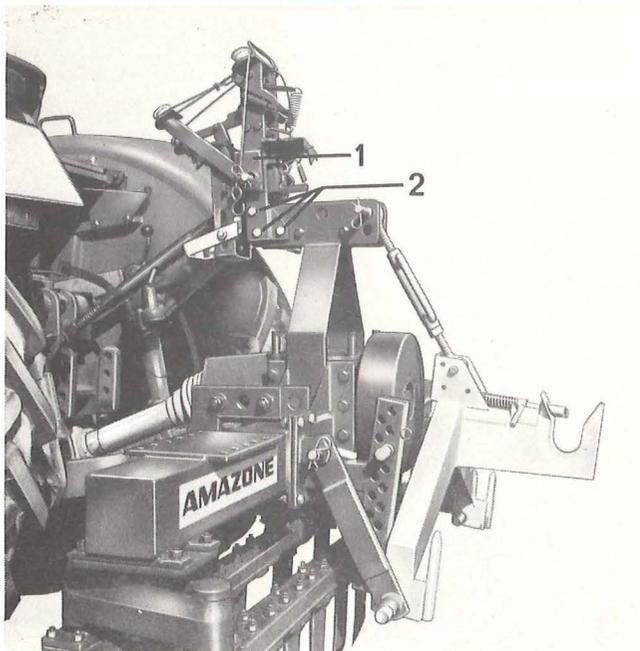

Fig. 6
- 7 – Dans le cas de la combinaison herse – semoir (SEMAZONE), le relevage automatique des traceurs (fig. 6/1) ne se monte pas sur l'attelage rapide du semoir mais sur le point supérieur d'attelage de la herse (fig. 6/2). Des trous de fixation sont prévus de série pour le montage du relevage automatique des traceurs sur la herse.